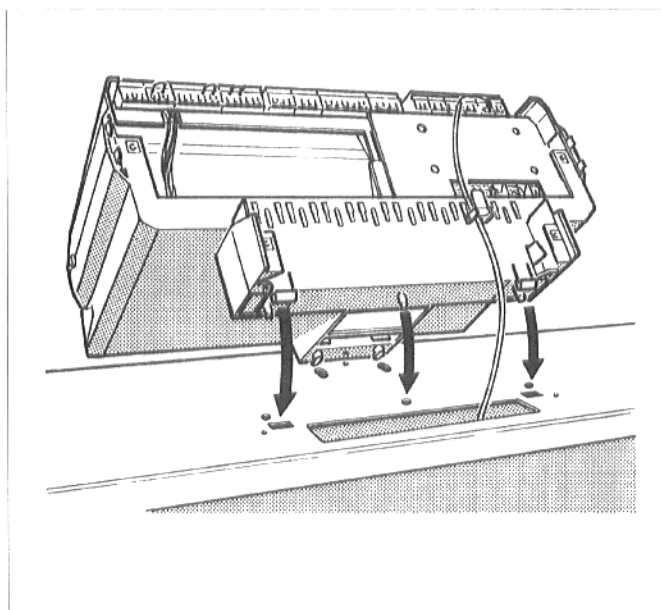

Fig. 9
- Positionner l'appareil de régulation sur le capot avant de la chaudière de sorte que les ergots d'emboîtement situés sur le dessous de l'appareil de régulation s'emboîtent vers l'avant dans les fentes oblongues (fig. 9).
En même temps, faire passer les tubes capillaires de la sonde thermostatique et, en cas de régulation "Ecomatic", la conduite de sonde thermique de l'aquastat chaudière dans l'ouverture du capot avant de la chaudière (fig.9).
- Tirer l'appareil de régulation vers l'avant en le poussant vers le bas jusqu'à ce que les deux ergots en caoutchouc s'enclenchent dans les fentes arrière (fig. 9).